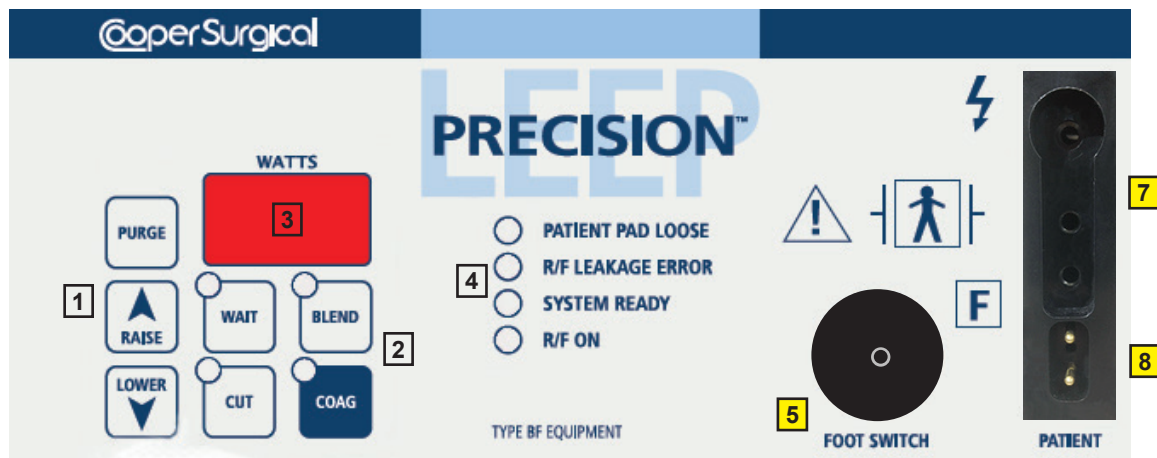

Figura 2
Collegare l'interruttore a pedale alla presa **5** illustrata nella Figura 2 se si desidera utilizzare il comando a pedale.
- Collegare l'elettrodo attivo alla presa **7** (Figura 2).
Insieme al Sistema Integrato LEEP PRECISION viene fornito un adattatore elettrochirurgico riutilizzabile da 4 mm (si trova all'interno della scatola del Generatore LEEP PRECISION). Utilizzare l'elettrodo con azionamento tramite interruttore a pedale insieme all'adattatore. L'elettrodo va collegato all'adattatore, che a sua volta va collegato alla presa **7** (Figura 2).
- Collegare l'elettrodo attivo alla presa **8**. Vedere la Figura 2.